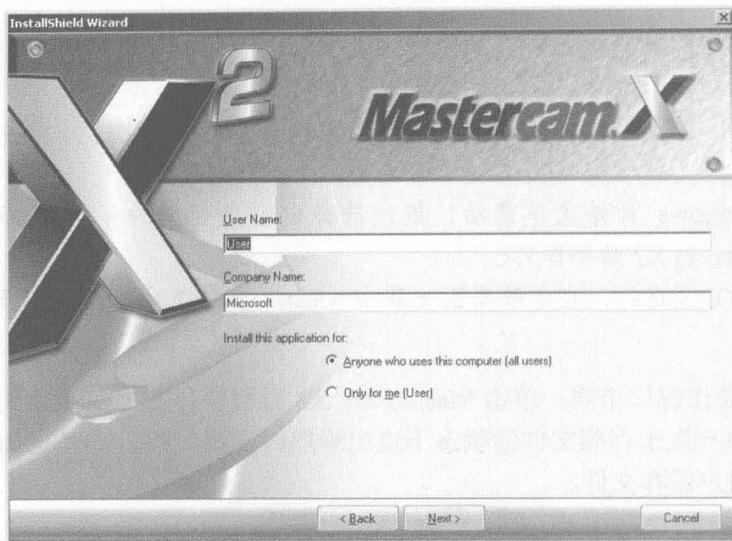

图1-3
- 填写用户名与公司名，设置计算机的用户访问权限，如图 1-3 所示。